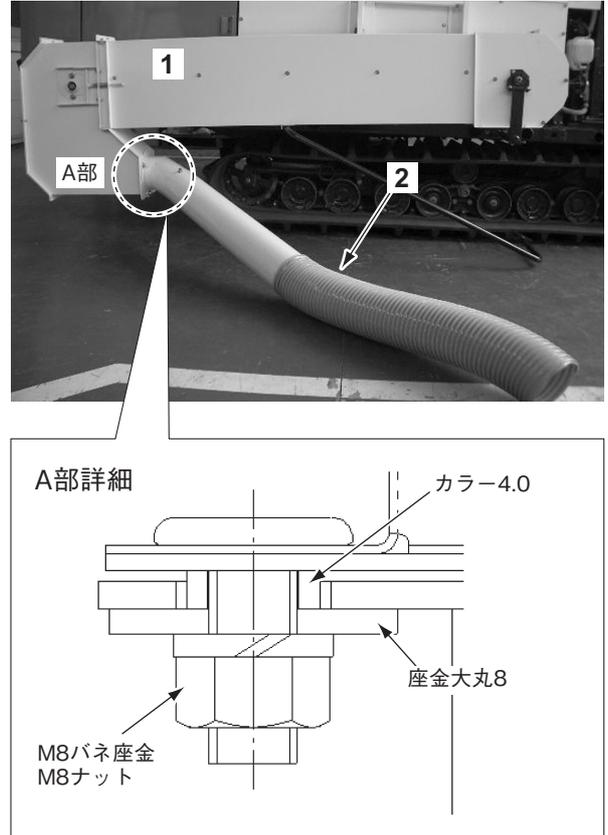

図 2-11
10. コンベア (バケット仕組 (1) に排出ダクト仕組 (2) を組み付けます。排出ダクト仕組を組み付けた後は、排出ダクト仕組が軽く回転することを確認します。また、排出ダクト仕組の取付方向は、収穫物の排出口が手前になるようにします。(図 2-11)